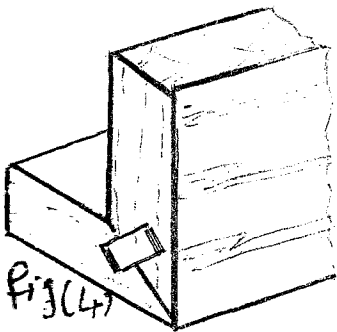

Fig 4
- Fig 4) Coupe d'onglet et fausse languette